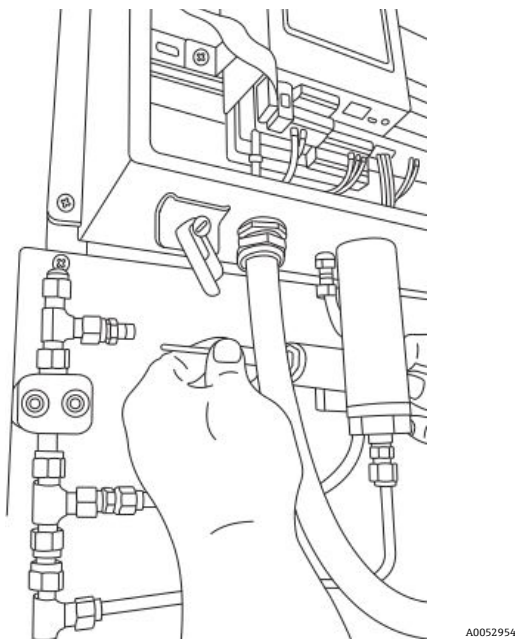

Abbildung 88. Sonde aus T-Stück entfernen (Analysetafelseite)
9. Halterung der Kabelführung drehen, sodass sie sich parallel zur Analyse befindet, und vorsichtig die Sonde aus dem T-Stück lösen (Analysetafelseite). Siehe Abbildung 88.